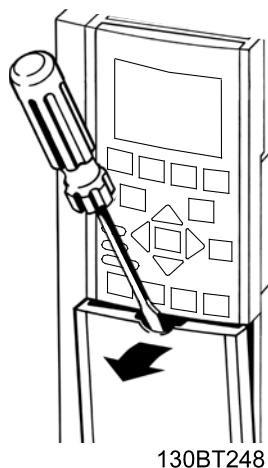
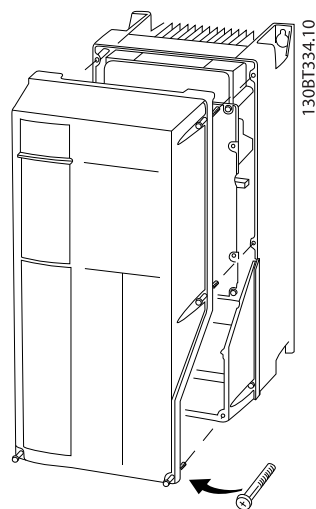

Ilustración 4.3 Acceso al cableado de las protecciones IP20 e IP21
Ilustración 4.4 Acceso al cableado de las protecciones IP55 e IP66
- Retire la cubierta con un destornillador (consulte la *Ilustración 4.3*) o aflojando los tornillos de fijación (consulte la *Ilustración 4.4*).